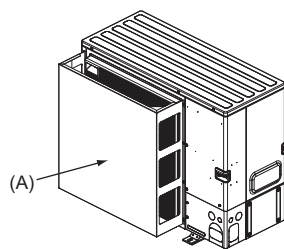
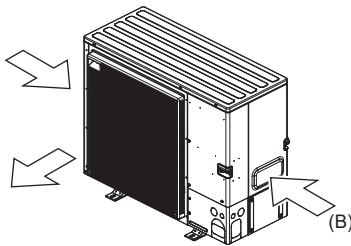

Fig. 2-5
Fig. 2-6
- (2) Si la unidad está situada en un lugar expuesto a vientos fuertes (como huracanes, etc.) que puedan entrar en la salida de aire, coloque una guía de protección de aire opcional. (Fig. 2-5)
- (A) Guía de protección de aire
- (3) Coloque la unidad de manera que la salida de aire sople en dirección perpendicular a la dirección estacional del viento, si la conoce. (Fig. 2-6)
- (B) Dirección del viento